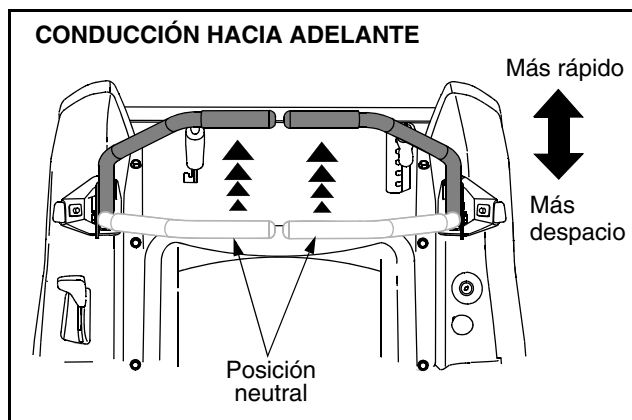

Figura 13
- Mueva las palancas de control lenta y suavemente hacia adelante. El tractor comenzará a desplazarse hacia adelante. Vea Figura 13.